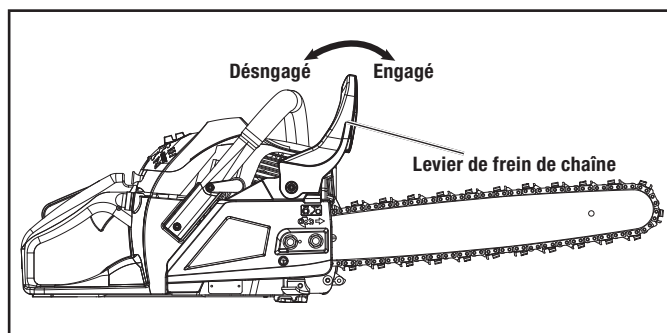

Figure 1
2. Assurez-vous que le levier du frein de chaîne est désengagé (Fig. 1).
4. Pendant que la scie à chaîne fonctionne, pressez sur la manette des gaz pour la régler à 1/3, puis engagez le frein de chaîne en poussant le levier vers l'avant avec la main gauche (Fig. 1).